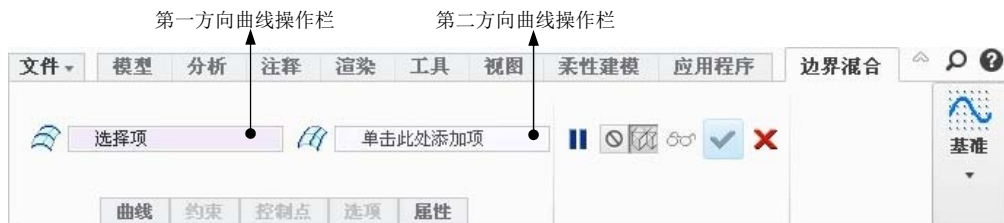

图 6.2.13 操控板
- (1) 选择下拉菜单 **文件** → **管理会话** → **选择工作目录** 命令（或单击 **主页** 选项卡中的 **更改工作目录** 按钮），将工作目录设置至 D:\creo2.1\work\ch06\ch06.02。
- (2) 选择下拉菜单 **文件** → **打开** 命令（或单击工具栏中的 **打开** 按钮），打开文件 surface_boundary_blended.prt。
Step2. 单击 **模型** 功能选项卡 **曲面** 区域中的“边界混合”按钮 ，屏幕上方出现图 6.2.13 所示的操控板。